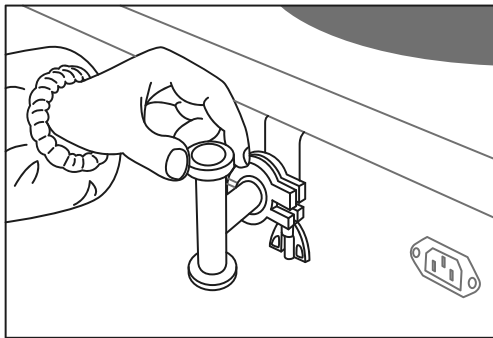

Figura 9.
3. Instale el sensor de vacío (Figura 9, 10, 11 y 12). Asegúrese de que la abrazadera esté atornillada correctamente.